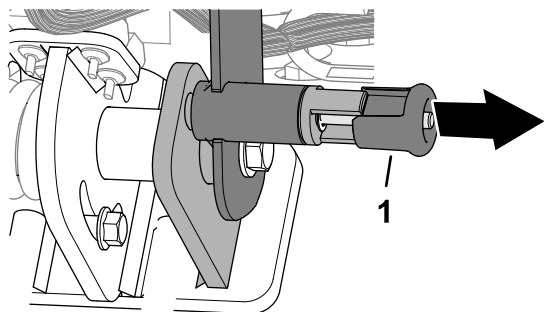

Figura 74
1. Tirate la manopola di fissaggio della maniglia (Figura 74).